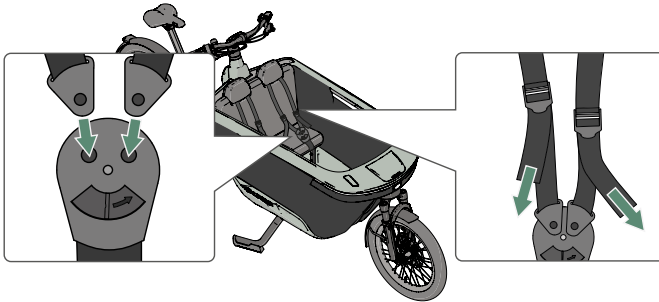

Abbildung 27 - Schließen der Dreipunktgurte
4. Lassen Sie die Enden der Schultergurte im Schloss einrasten, wie in Abbildung 27 gezeigt.